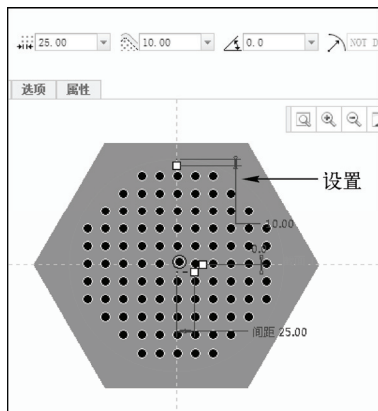

图 7-63 设置参数
STEP 06 单击“关闭”面板中的“确定”按钮，完成截面绘制并退出草绘环境。在“阵列”选项卡中的“设置阵列成员中心两两之间的间隔”和“设置阵列成员中心可距草绘边界的距离”文本框中分别输入“25.00”和“10.00”，如图 7-63 所示。